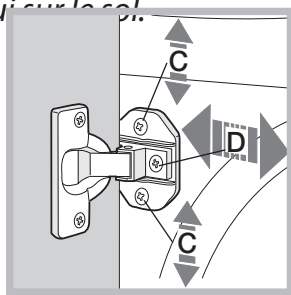

Fig. 7
- Pour régler la position du panneau en bois à la verticale et à l'horizontale, servez-vous des vis C et D comme illustré *fig. 7*.